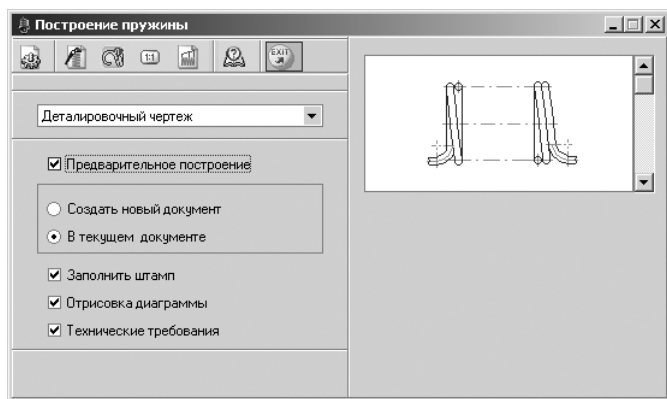

Рис. 4.101. Диалоговое окно **Построение пружины** после щелчка по кнопке  – **Параметры зацепов**, а затем во всплывающем меню по пункту **Ориентация зацепов**
пункту **Ориентация зацепов**. Появится в правой части диалогового окна **Построение пружины** панель для выбора нужной ориентации зацепа, см. рис. 4.101;
- выберите с помощью бегунка в правой части диалогового окна **Построение пружины** (см. рис. 4.101) положение пружины, в котором она будет отображена в рабочем документе КОМПАС-ГРАФИК.
- выберите с помощью бегунка в правой части диалогового окна **Построение пружины** (см. рис. 4.101) тип левого зацепа пружины, в котором она будет отображена в рабочем документе КОМПАС-ГРАФИК, а затем введите нужные геометрические параметры зацепа.
- выберите с помощью бегунка в правой части диалогового окна **Построение пружины** (см. рис. 4.101) тип правого зацепа пружины, в котором она будет